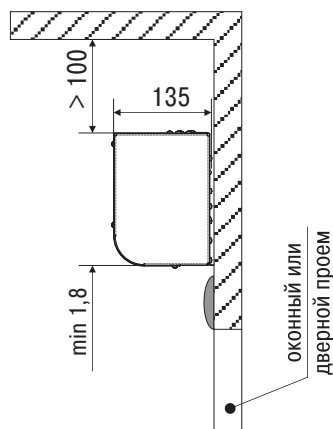

Рисунок 5.
1. При выборе и установке тепловой завесы следует придерживаться следующих правил (см. рис. 5):